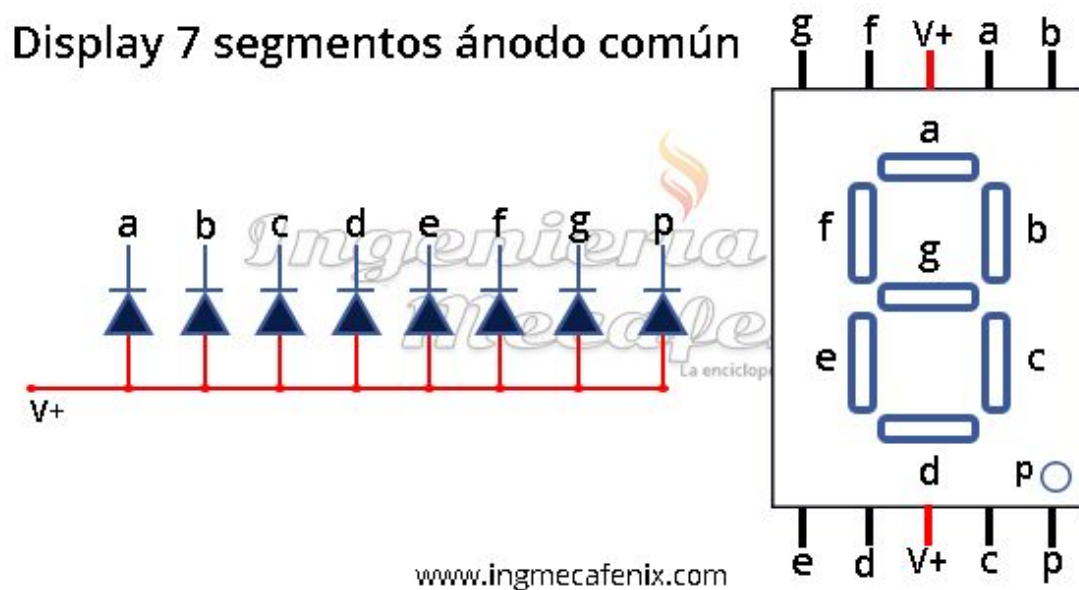

Imagen 1. Display de 7 segmentos anodo comun.
En la basys 3 se usan los de tipo ánodo común (imagen 1), todos los ánodos de los ledes o segmentos (a-g) están unidos internamente a una patilla común que debe ser conectada a potencial positivo (1). El encendido de cada segmento individual se realiza aplicando potencial negativo (0) por la patilla correspondiente a través de una resistencia que limite el paso de la corriente.